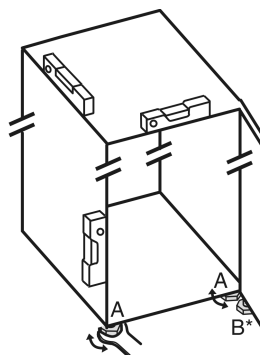

Fig. 25
- ▶ Seřizovací nožky Fig. 25 (A) vyšroubujte pomocí příloženého vidlicového klíče a pomocí vodováhy, dokud nebude spotřebič pevně vyrovnaný.
- ▶ Seřizovací nožku Fig. 25 (B) na stojanu ložiska vytáchejte pomocí příloženého vidlicového klíče, až dosedne na zem.
- ▶ Seřizovací nožku Fig. 25 (B) otáčejte dál o 90°.